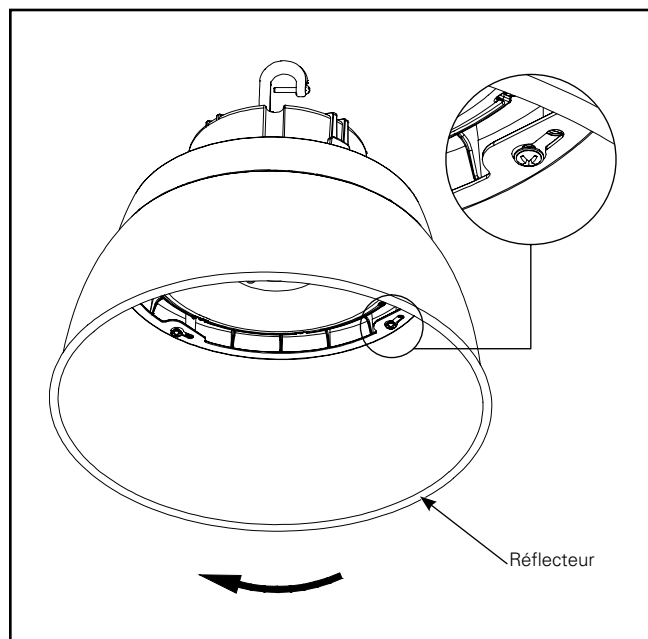

Figure 7.
1. Insérez les quatre (4) vis dans les trous de montage en laissant un espace de 3 mm avec le luminaire (Figure 7).